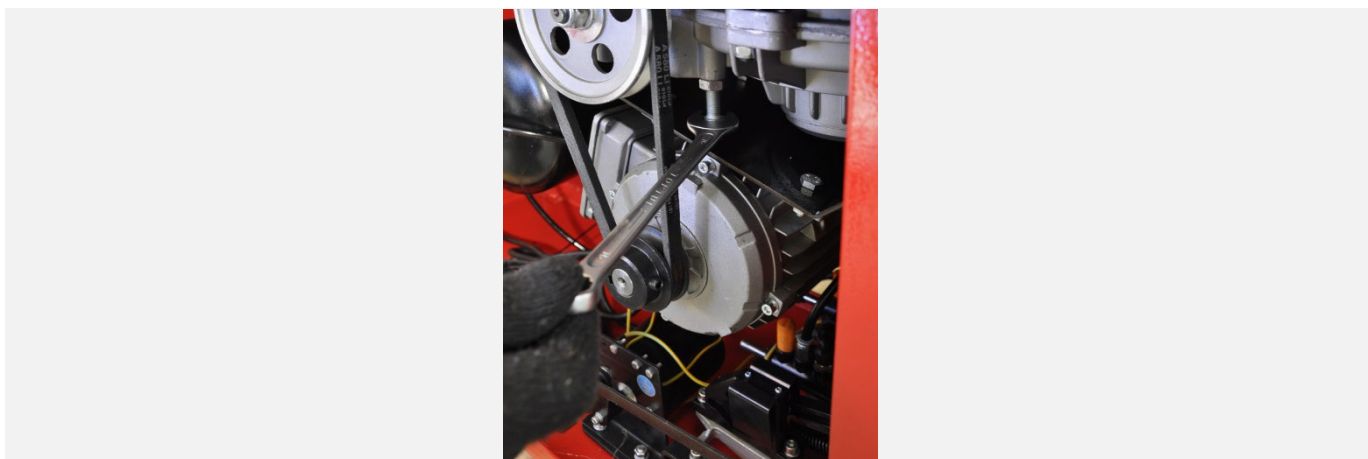

Рисунок 42
- Открутив контргайку, вращая специальный регулировочный болт отрегулировать натяжение приводного ремня (см. Рисунок 42).